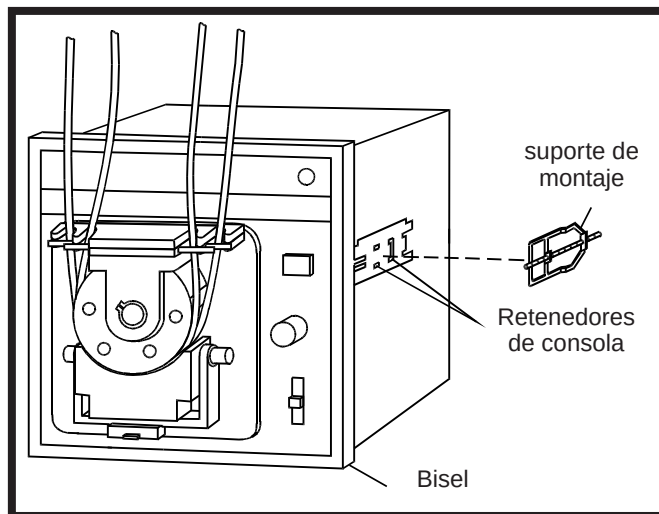

Figura 5. Instalación de la consola para montaje
2. Colocar un **soporte de montaje**, *figura 5*, entre los retenedores de consola ranurados en un lado de la caja y deslizarlo hacia atrás para trabarlo en las ranuras de los retenedores.